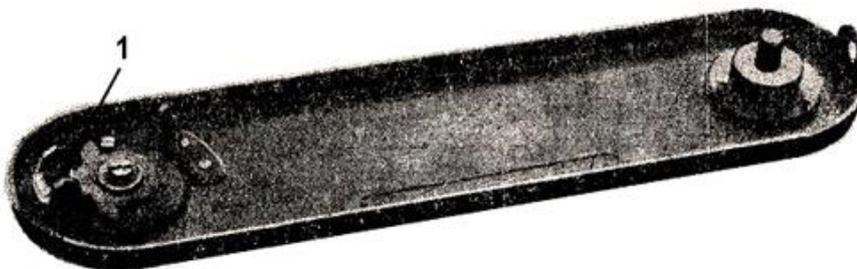

Рис.15
Необходимо следить за тем, чтобы вилка, запирающего языка замка (1) (рис. 15) приходилась строго против столбика вставленной кассеты и охватывала бы последний при наложении крышки до упора. Если столбик кассеты не пойдет в вилку, то кассета при запирании замка крышки не откроется, что может повлечь за собой в дальнейшем разрыв пленки и порчу механизма.